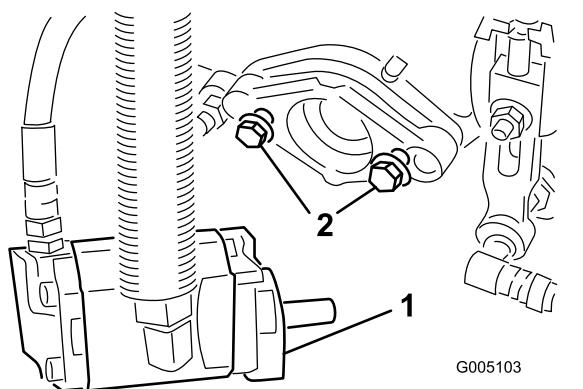

図 10
6. リールモータ取り付けボルトのねじの頭が、それぞれおよそ 13mm 突き出した状態になるようのこと図10。
8. 取り付けボルトを締め付ける。図10。